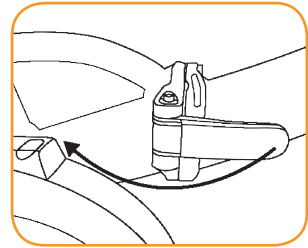
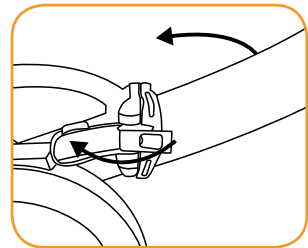

fig. 5.1
fig. 5.2
3. Ontgrendel de klem in de framebuis (fig. 5.1, fig 5.2). En vouw het frame dubbel